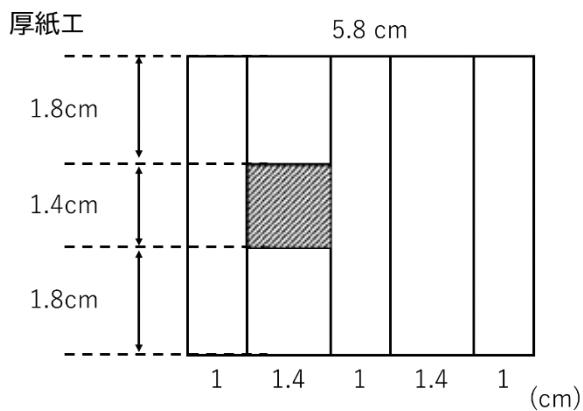

図 7
- ② 厚紙エを図 7 のように, 斜線部を切り抜いて中央にプラスチックセルが入る穴 ($1.4 \text{ cm} \times 1.4 \text{ cm}$) を開けて内側になる面全体にアルミテープを貼り付け る。(図 7) その後, 穴の部分のアルミテープを切り抜く。